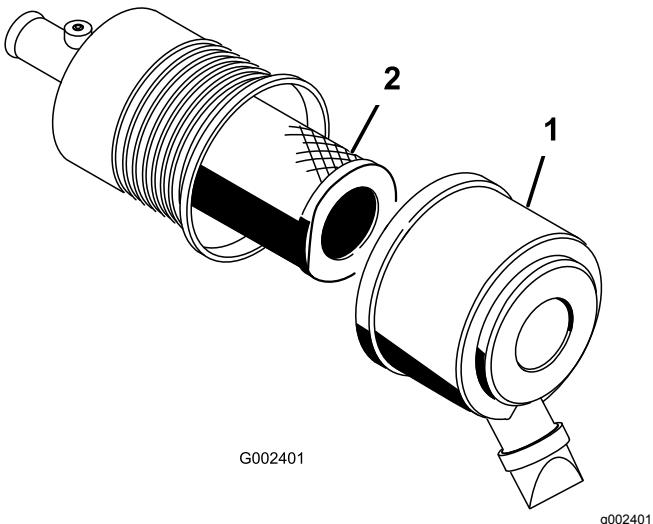

Figura 33
1. Abra los cierres del limpiador de aire y tire de la tapa de la entrada de aire para separarla del cuerpo del limpiador de aire (Figura 33).
3. Extraiga con cuidado el filtro del cuerpo del limpiador de aire (Figura 33).
5. Introduzca el filtro con cuidado sobre el tubo de la carcasa (Figura 33).
6. Instale la tapa del limpiador de aire con el lado hacia arriba, y fije los cierres (Figura 33).